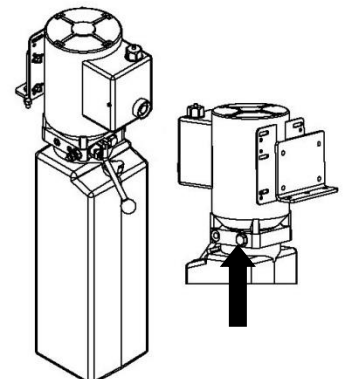

FIGURE 25 : SCEAU DE SÉCURITÉ
2. SCEAU DE SÉCURITÉ SUR LE BOUCHON DU RÉGULATEUR DE PRESSION. VOIR **FIGURE 25**.